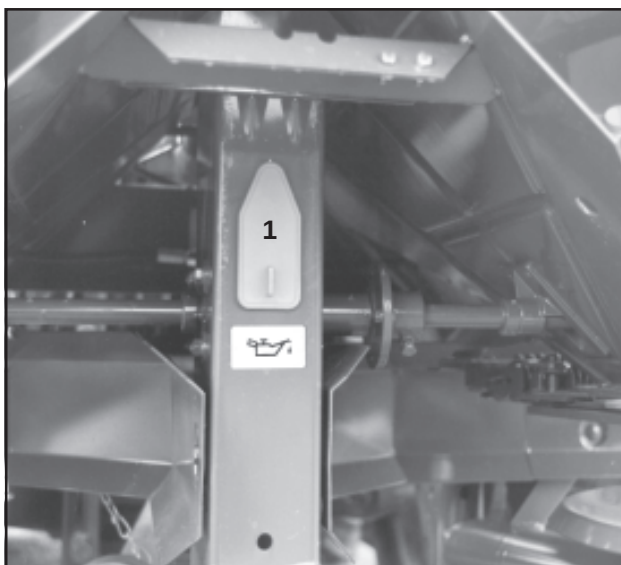

Fig. 9.1
2. Røreaksel - trækkæden renses og fedtes ind (fig. 9.1/1).